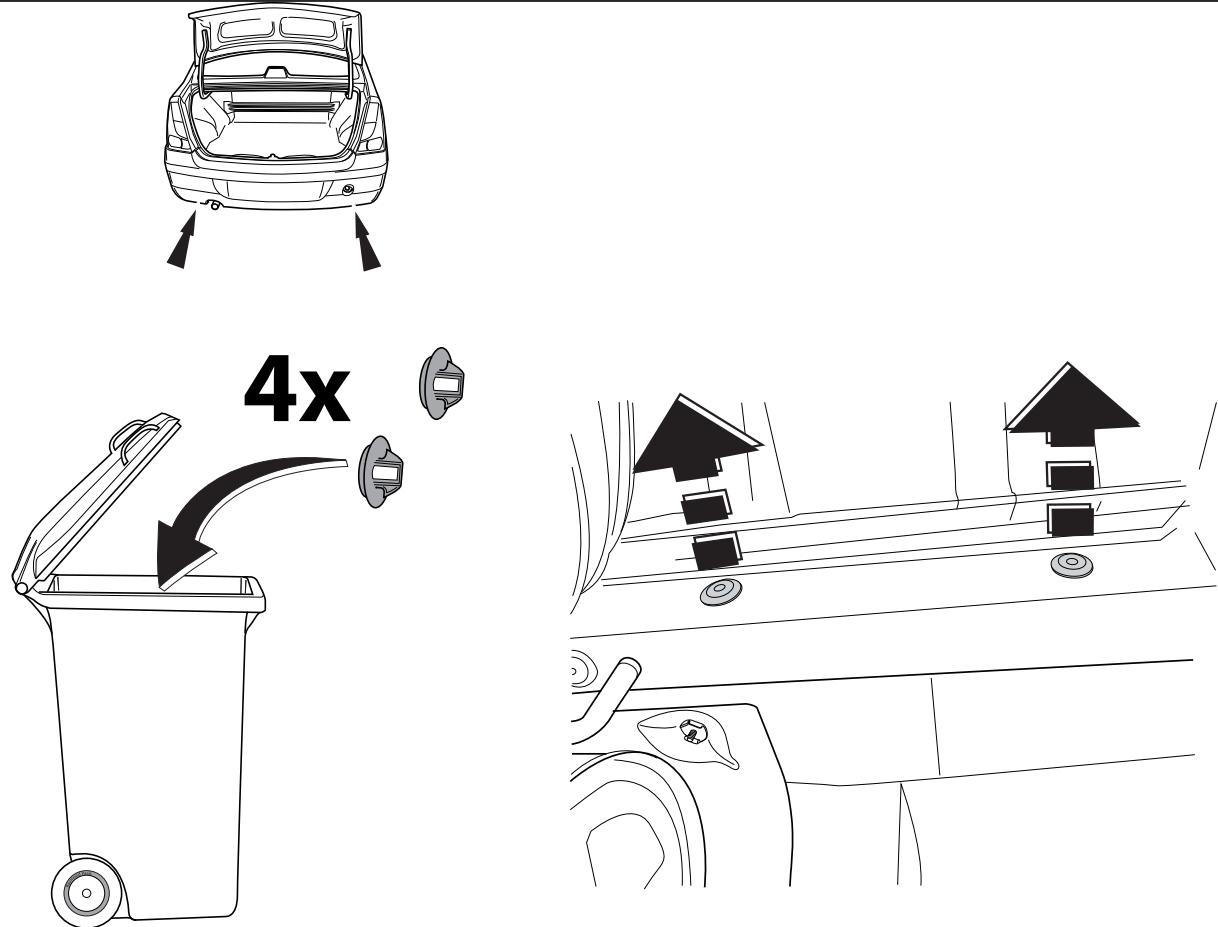

Fig.1
3. W oznaczonych miejscach usunąć gumowe nakładki (patrz rys. 1).
3. Удалить резиновые пробки в указанных точках (см. рис. 1).